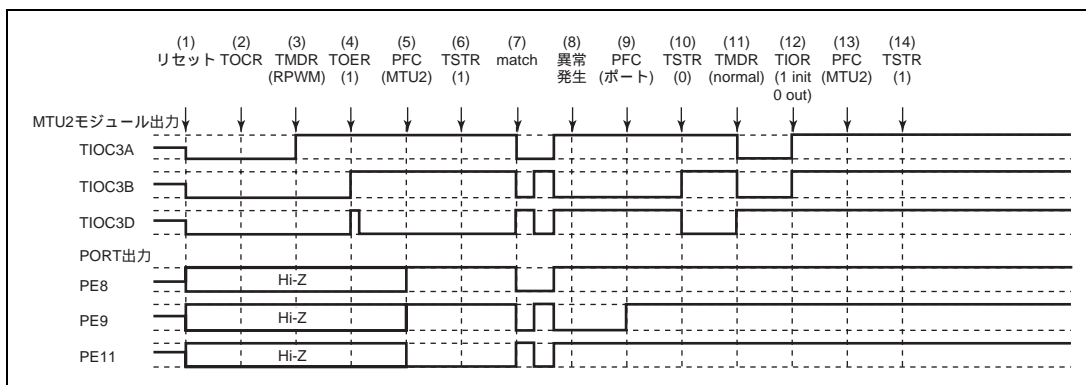

図 10.163 リセット同期 PWM モードで異常が発生し、ノーマルモードで復帰する場合
(1) ~ (10) は図 10.163 と共通です。
(11) PWM モード 1 を設定してください (MTU2 出力は正相側がローレベル、逆相側がハイレベルとなります)。
(12) TIOR で端子を初期化してください (PWM モード 1 では TIOC*B 側は初期化されません)。
(13) PFC で MTU2 出力としてください。
(14) TSTR で再スタートします。
(28) リセット同期 PWM モードで動作中に異常が発生し、相補 PWM モードで再スタートする場合の動作
- (1) ~ (10) は図 10.163 と共通です。
- (11) TOER でチャンネル 3、4 の出力を禁止してください。
- (12) TOCR で相補 PWM の出力レベルと周期出力の許可禁止を選択してください。
- (13) 相補 PWM を設定します (MTU2 の周期出力端子はローレベルになります)。
- (14) TOER でチャンネル 3、4 の出力を許可してください。
- (15) PFC で MTU2 出力としてください。
- (16) TSTR で再スタートします。
(29) リセット同期 PWM モードで動作中に異常が発生し、リセット同期 PWM モードで再スタートする場合の動作
- (11) PFC で MTU2 出力としてください。
- (12) TSTR で再スタートします。
- (13) コンペアマッチの発生によりリセット同期 PWM 波形を出力します。